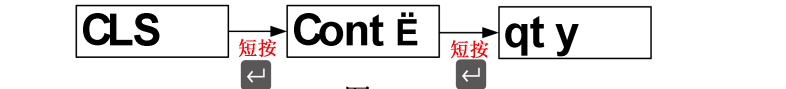

图2
- 图 2. 清除多点修正参数 (CL5): CAL3 按↵进入 CLS, 再按↵出现 ContË, 再按↵清除数据并切换到 qty 选项。